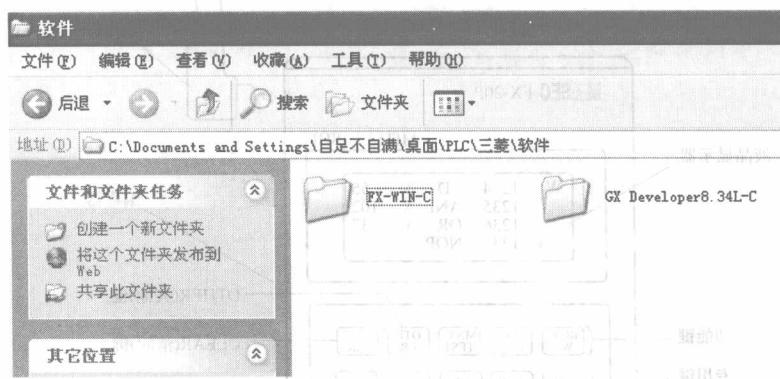

图 2-4 选择编程软件
PLC 的比例继电器由驱动线圈和比例触点组成。驱动线圈得电时，比例触点根据驱动线圈的驱动量（即驱动线圈的驱动电压）的大小而导通或断开。图 2-4 所示为比例继电器的实物。
(3) 选中三菱编程软件，如图 2-4 所示。